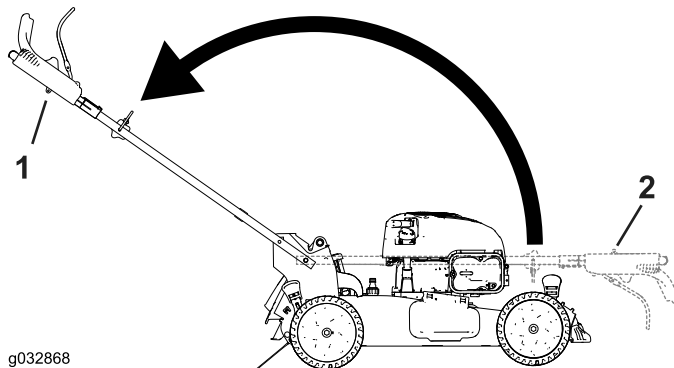

Рисунок 6
3. Разложите рукоятку в рабочее положение, повернув ее назад (Рисунок 6).